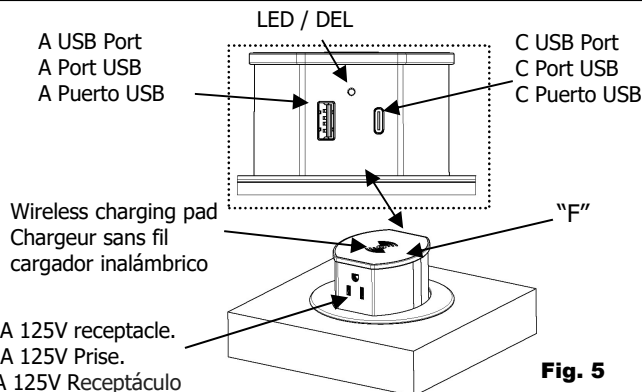

Fig. 5
- 7. Terminate the cable to power source, press the cover "F" to pop up the receptacle for usage. Press again to close. (Fig. 5)
- 7. Raccorder le dispositif à la source d'alimentation puis presser le couvercle "F" pour faire ressortir la prise en vue de son utilisation. Presser à nouveau pour l'encastrer. (Fig. 5)
- 7. Terminar conectando el dispositivo a la fuente de alimentación, presione la cubierta "F" para que emerja el receptáculo para su uso. Vuelva a pulsar para cerrar. (Fig. 5)